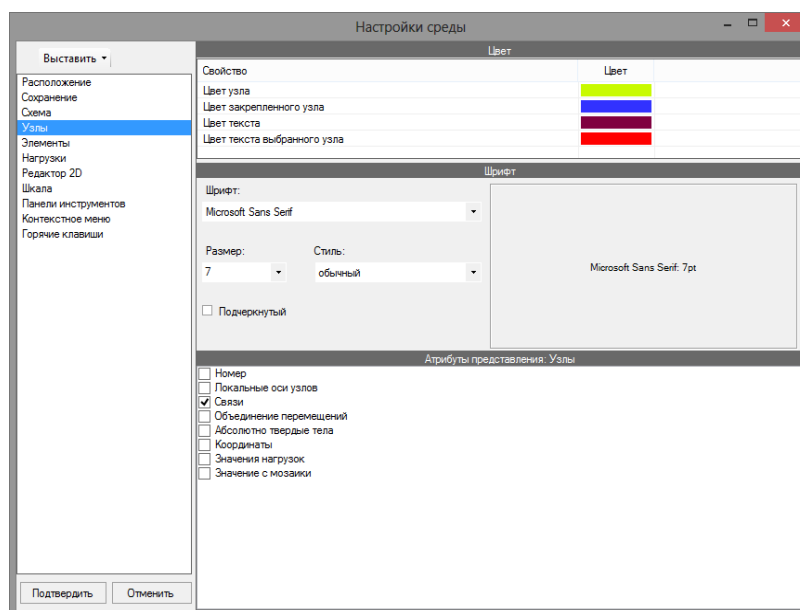

Рис. 2.11. Вкладка **Узлы**
**Настройки рабочей среды** ⇔ вкладка **Узлы** (рис. 2.11)